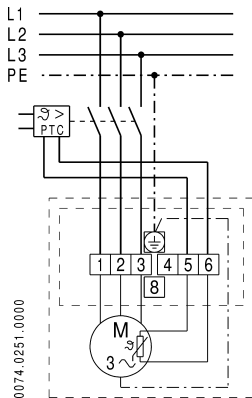

Figura 2: diagrama de conexión
Unos termistores PTC supervisan la temperatura en el motor del ventilador. Los termistores PTC (bornes 5 y 6 en la caja de bornes, Figura 2) deben estar conectados a un sistema de disparo (dispositivo de seguridad según Directiva 94/9/UE), que desconecte permanentemente el ventilador de la red en caso de temperaturas excesivas.
El ventilador está construido en fábrica de manera que al conectarlo a la red como se muestra en el diagrama de conexión (Figura 2) proporcione la máxima capacidad de flujo de aire. Los sentidos de flujo de aire y de rotación de la versión estándar se detallan en la Tabla 2.
- El sentido del flujo se puede invertir. Para ello deben conectarse los hilos de red al contrario que en la Figura 2: L2 al borne 1 y L1 al borne 2 (inversión de los conductores externos) (Figura 2). Tenga en cuenta que al hacerlo